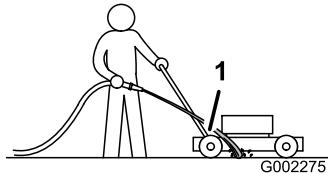

Figure 34
3. Tenez le tuyau d'arrosage à hauteur du guidon et dirigez le jet d'eau vers le sol, juste devant la roue arrière droite (Figure 34).